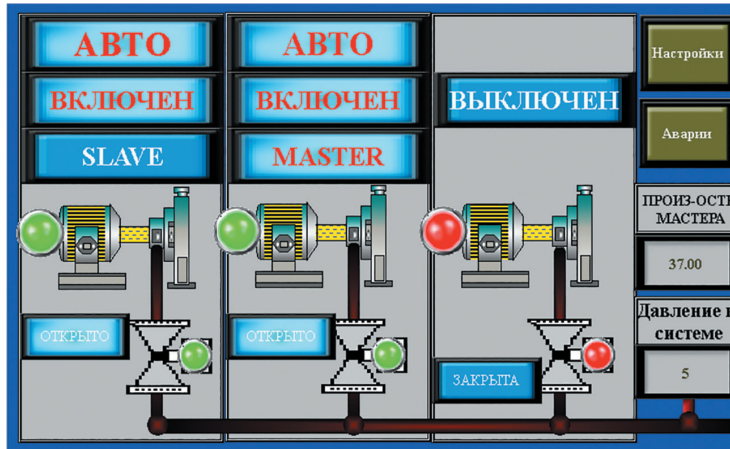

Рис. 2. Текущее состояние системы
- отображение текущего состояния системы (рис. 2);